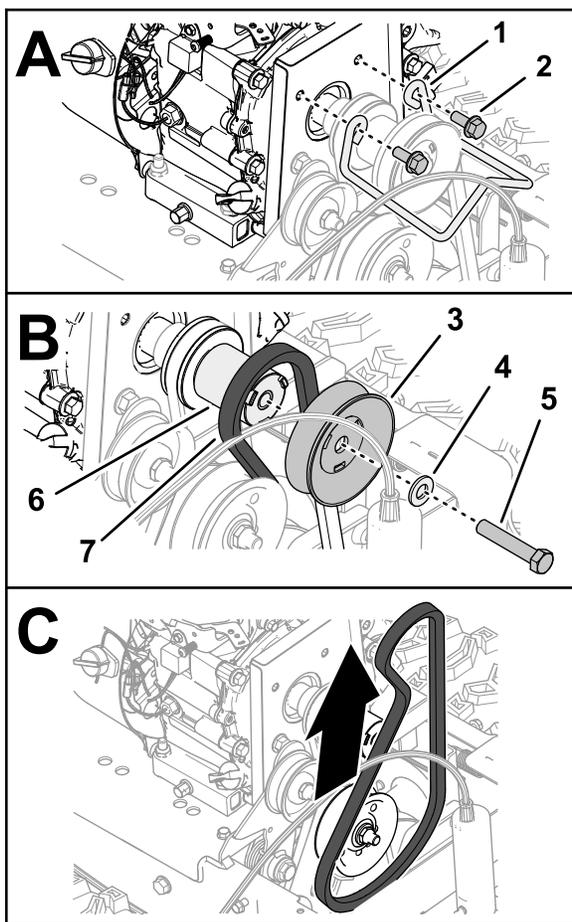

Figura 44
3. Retire os dois parafusos de cabeça flangeada que prendem a guia da correia e retire a guia do motor (Figura 44).
- Retire o parafuso ($\frac{3}{8}$ pol. x 2 pol.) e anilha que prendem a polia da transmissão da vassoura à cambota do motor e retire a polia (Figura 44).